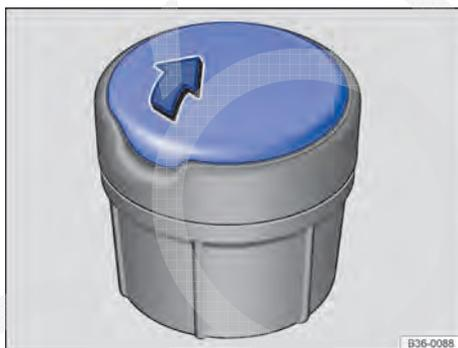

Fig. 128 Cinzeiro móvel.
- Para *abrir*, deslizar a cobertura no sentido da seta → Fig. 128.